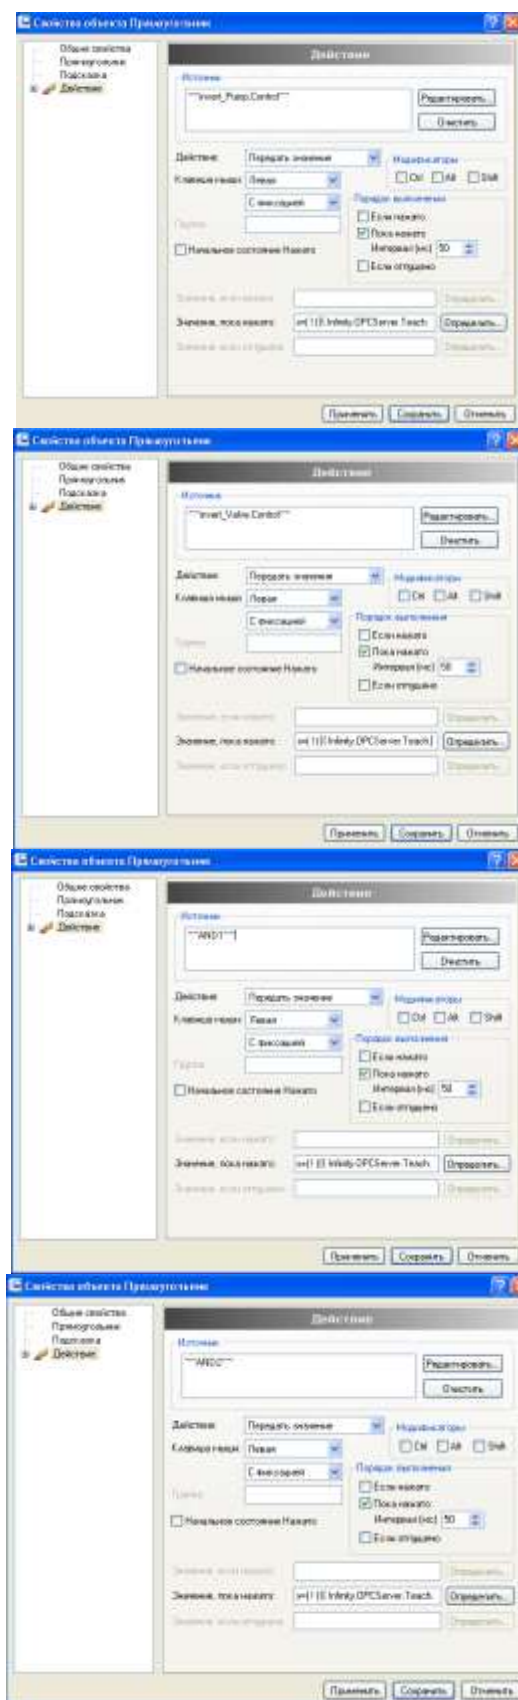

Рис. 11
8. Удалите динамику **Динамическое действие** на элементах **AND1**, **AND2** и инверторах **NOT1**, **NOT2** (Рис. 11). Теперь все выражения логики работы триггеров будут вычисляться в двух формулах.